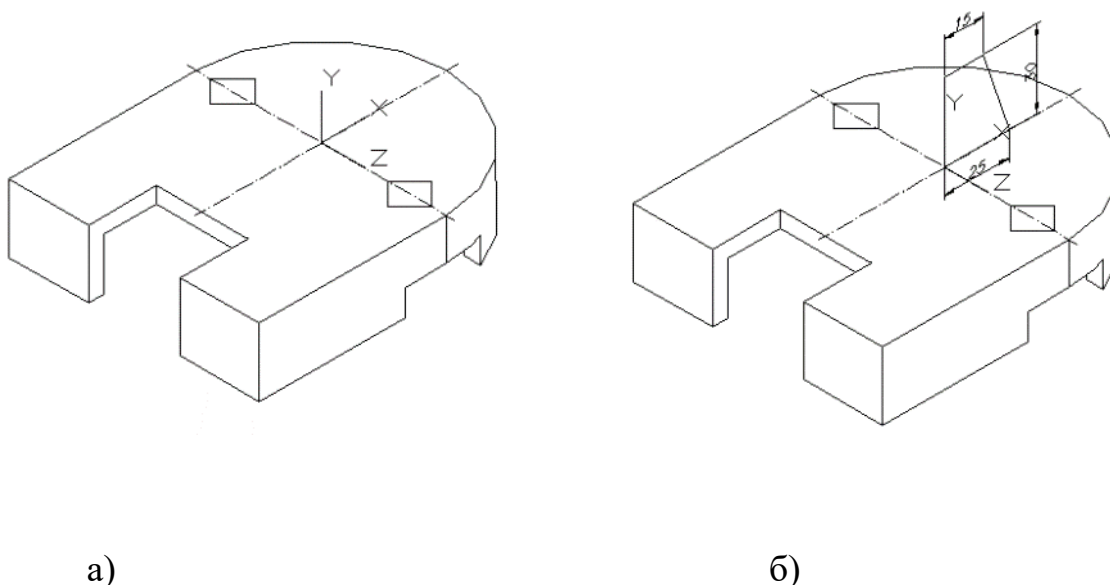

Рисунок 7.2.7 – Построение конуса
- Командой **Полилиния** построить прямоугольник по заданным размерам 32x10 (рисунок 7.2.7а) и командой **Выдавить** выдавить его на высоту (-100), т.к. в текущей ПСК ось Z направлена на пользователя.